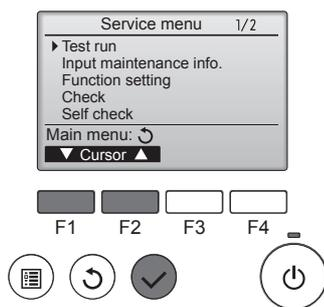

Fig. 7-4
- Sélectionnez "Test run" (Test fonctions) à l'aide du bouton **[F1]** ou **[F2]** puis appuyez sur le bouton . (Fig. 7-4)